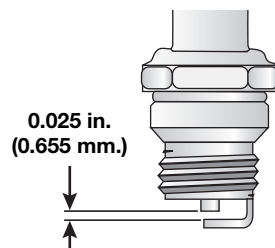

Fig. 36
- Remplacez toute bougie fendillée, encrassée ou sale. Réglez l'écartement à 0,655 mm (0,025 po) à l'aide d'une jauge d'épaisseur (Fig. 36).